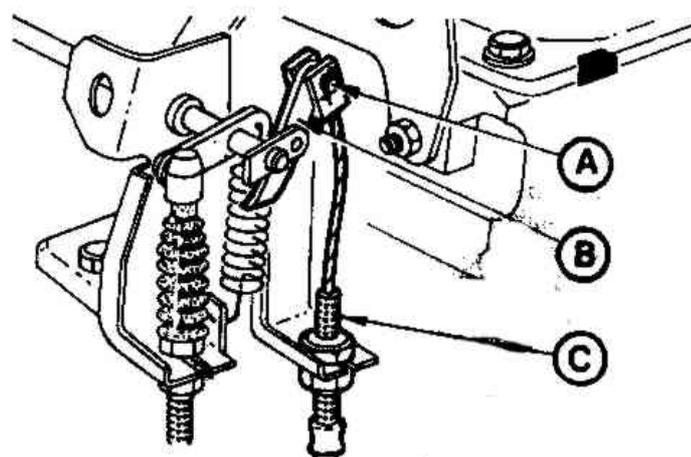

Рис.6.43. Штифт крепления троса понижения передачи (А), соединительный рычаг (В) и регулировочный узел (С) (Разд.13)
1. Удалите шплинт и отсоедините трос от тяги карбюратора (Рис.6.43).